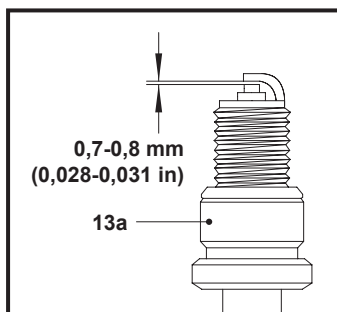

Fig. 22
6. Verifică distanța dintre electrozii bujiei. Ar trebui să fie de 0,7-0,8 mm (Fig. 22).
8. Când înlocuiești bujia (13a), înșurubează-o mai întâi cu mâna și apoi strânge-o ușor cu cheia de bujie (29).